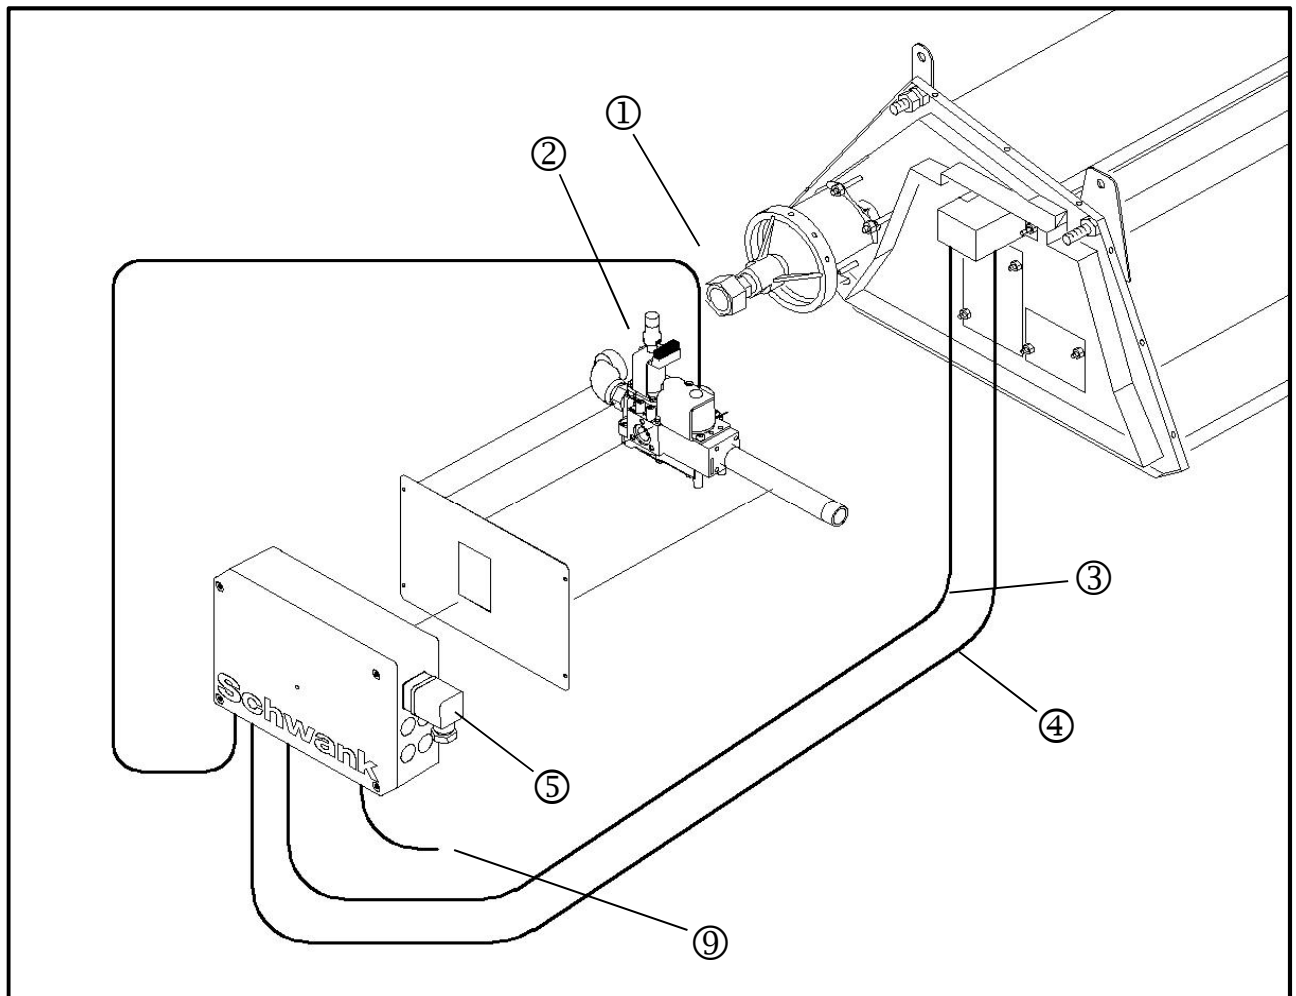

Fig. 19: Instalación de la unidad de ignición y de control
- ⇒ Conecte el calentador con la pieza de conexión **(2)** la unidad de ignición y control utilizando la unión roscada **(1)** **(Fig. 19)**. Preste atención a que la conexión sea estanca para el gas.
- ⇒ Conecte el cable de ionización **(4)** con la toma de la unidad de ignición **(Fig. 19)**.